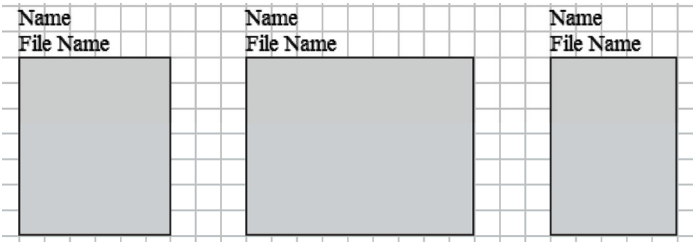

图 5-36 图表符放置结果
(5) 执行“Place”→“Sheet Symbol”菜单命令，或者单击工具栏中的按钮，鼠标将变为十字形状，并带有一个图表符标志。
(6) 移动鼠标到需要放置图表符的地方，单击鼠标左键确定图表符的一个顶点，移动鼠标到合适的位置再一次单击鼠标确定其对角顶点，即可完成图表符的放置。
(7) 此时，鼠标仍处于放置图表符的状态，重复操作即可放置其他的图表符。
(8) 单击鼠标右键或者按下〈Esc〉键便可退出操作，结果如图 5-36 所示。